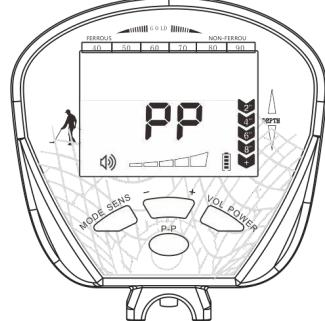

Fig.16
- a) Toccare leggermente “P-P”, il cursore corrispondente si accende e lampeggia. Il rivelatore diventa equilibrato, il cursore P-P smette di lampeggiare. I cursori ID e numerico si spengono, il cursore di profondità è pieno, il rivelatore emette il leggere suono medio a singola frequenza. (Vedi Fig.16)